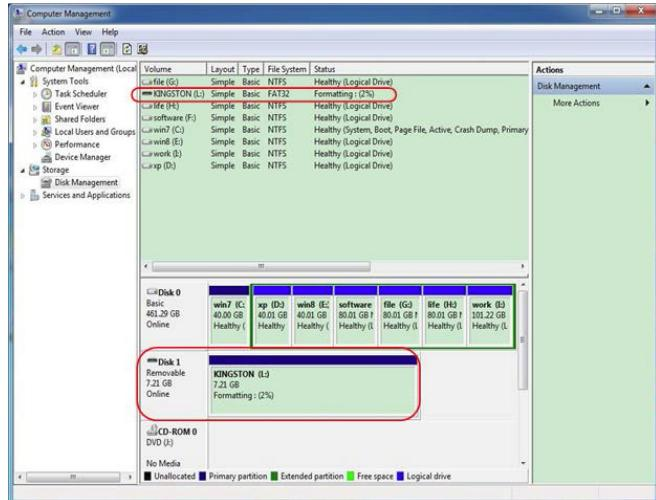

Рисунок 20. Процесс форматирования USB-диска
- Выполняется процесс форматирования (рисунок 20).